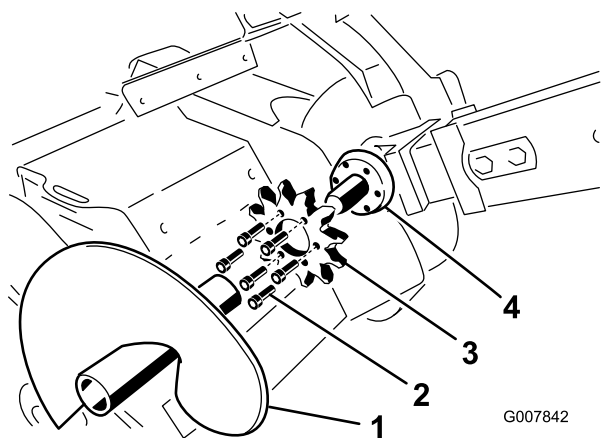

Figura 61
3. Togliete le lame della coclea (Figura 61).
12. Stringete a mano i sei bulloni nella ruota (Figura 61).
8. Rimuovete i sei bulloni che fissano la ruota conduttrice (Figura 61).
9. Togliete la ruota conduttrice e gettatela (Figura 61).
10. Pulite la superficie della ruota conduttrice sullo scavafossi (Figura 61).
11. Inserite la nuova ruota sull'albero (Figura 61).